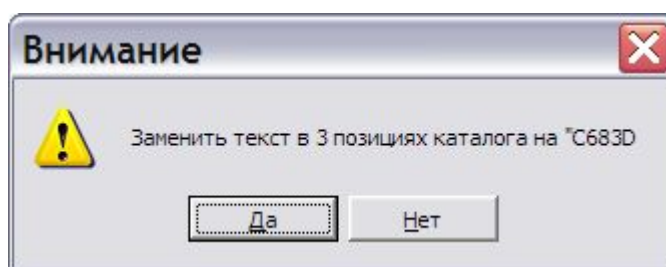

Рис. 4.38
6. Вызовите контекстное меню и выберите команду **Вставить**. После этого появится окно с предупреждением (Рис. 4.38).